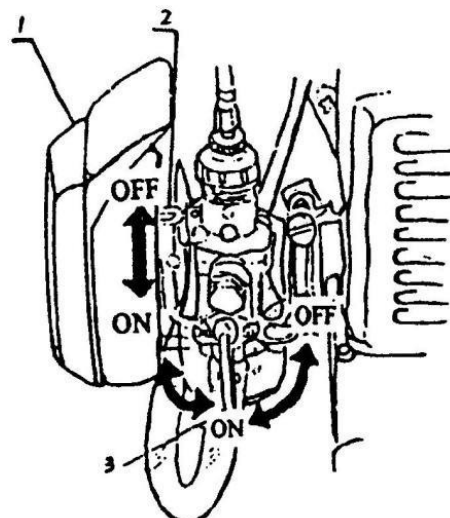

Fig. 9
- 1) Drehen Sie den Kraftstoffhahn auf „ON“, siehe Abb. 9.